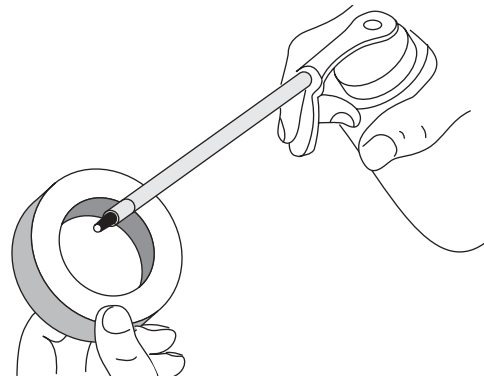

Abb. 24
4. Ausreichend sauberes Öl verwenden, um den Filter leicht einzuschmieren (Abb. 24).